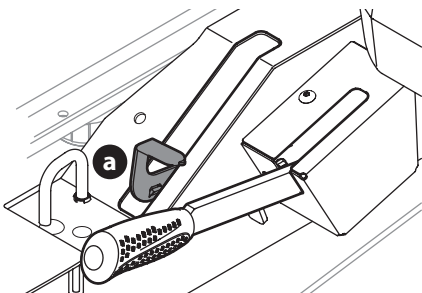

Fig. 34
1. Enclenchez les soupapes de dérivation de la transmission en tirant le levier de dérivation (a) vers l'extérieur, puis vers le haut et jusqu'en arrière (Fig. 34).
2. Pour débloquer le levier de dérivation (a), poussez le levier vers l'avant (Fig. 34).